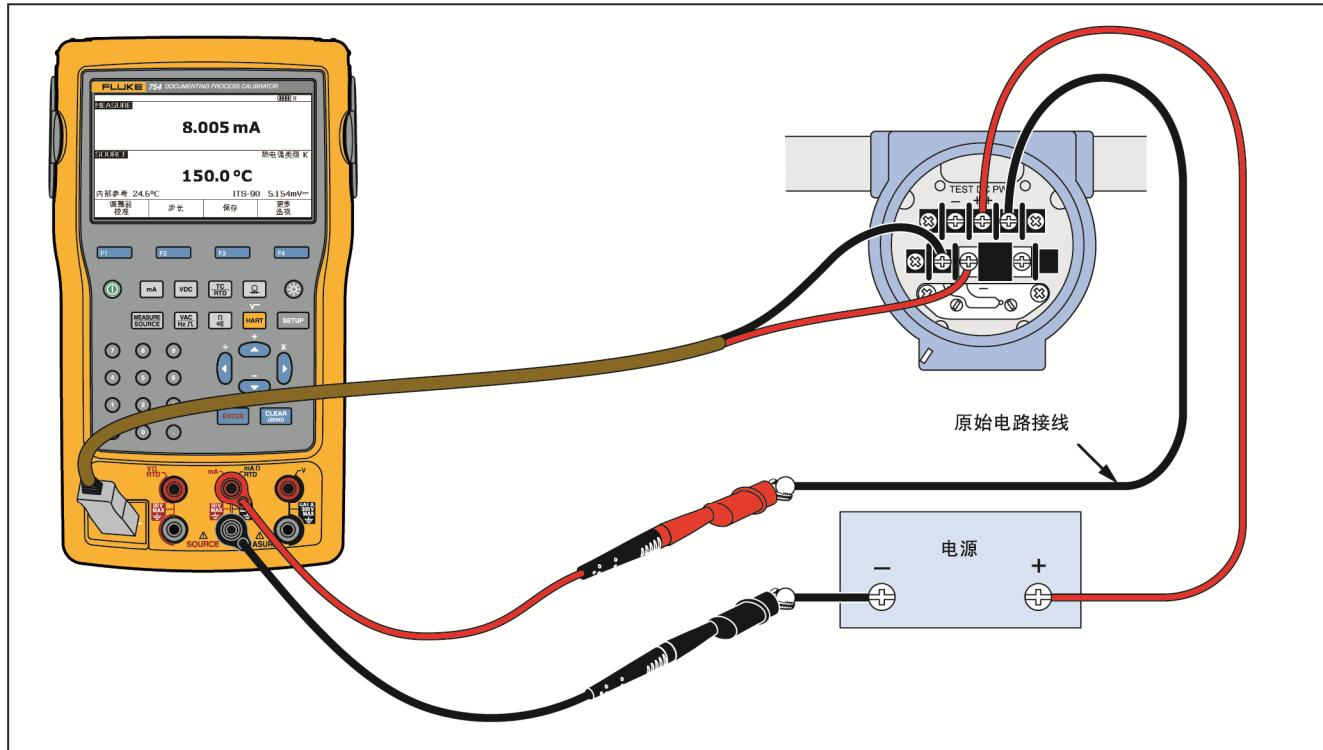

图 28. 校准热电偶温度变送器
1. 将测试线连接到被测仪器，如图 28 所示。该连接可模拟热电偶并测量对应的输出电流。